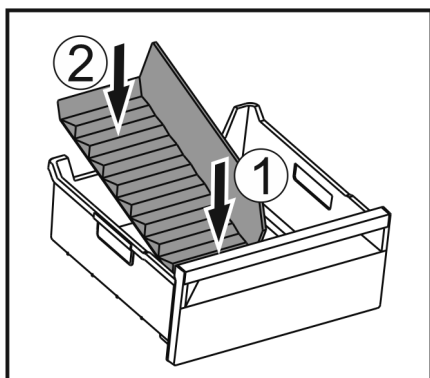

Fig. 150
- Helyezze be a jégkész-eltávolító elülső részét. Fig. 150 (1)
- Süllyessze le a jégkész-eltávolító hátsó részét a fiók aljáig. Fig. 150 (2)